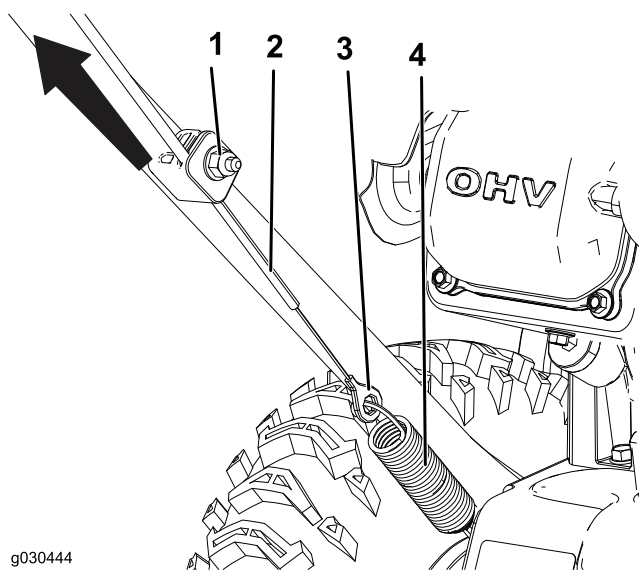

Figura 24
1. Allentate il dado sul serrafilò per cavi inferiore ma non rimuovetelo (Figura 24).
2. Tirate il cavo verso l'alto e rimuovete un po' dell'allentamento (Figura 24).
3. Tenete il cavo in posizione e serrate il dado (Figura 24).